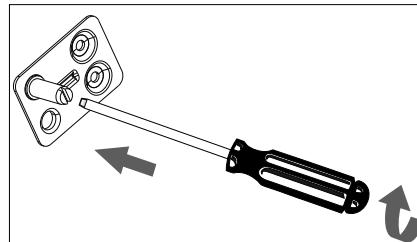

Fig. 7
- ▶ Anbring hængselstappen i modsatte boring (fig. 7), og spænd den med en kærvskruetrækker.